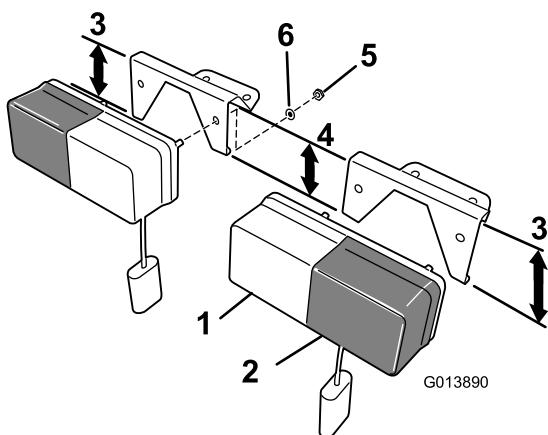

Figura 12
2. Localice los soportes de los intermitentes derecho e izquierdo. Los soportes se distinguen por el ángulo de la cara delantera, y porque tienen una pata, siempre la del exterior, más larga que la otra (Figura 12).
3. Empareje cada intermitente con el soporte correspondiente de manera que la lámpara ámbar esté siempre hacia fuera (Figura 12).